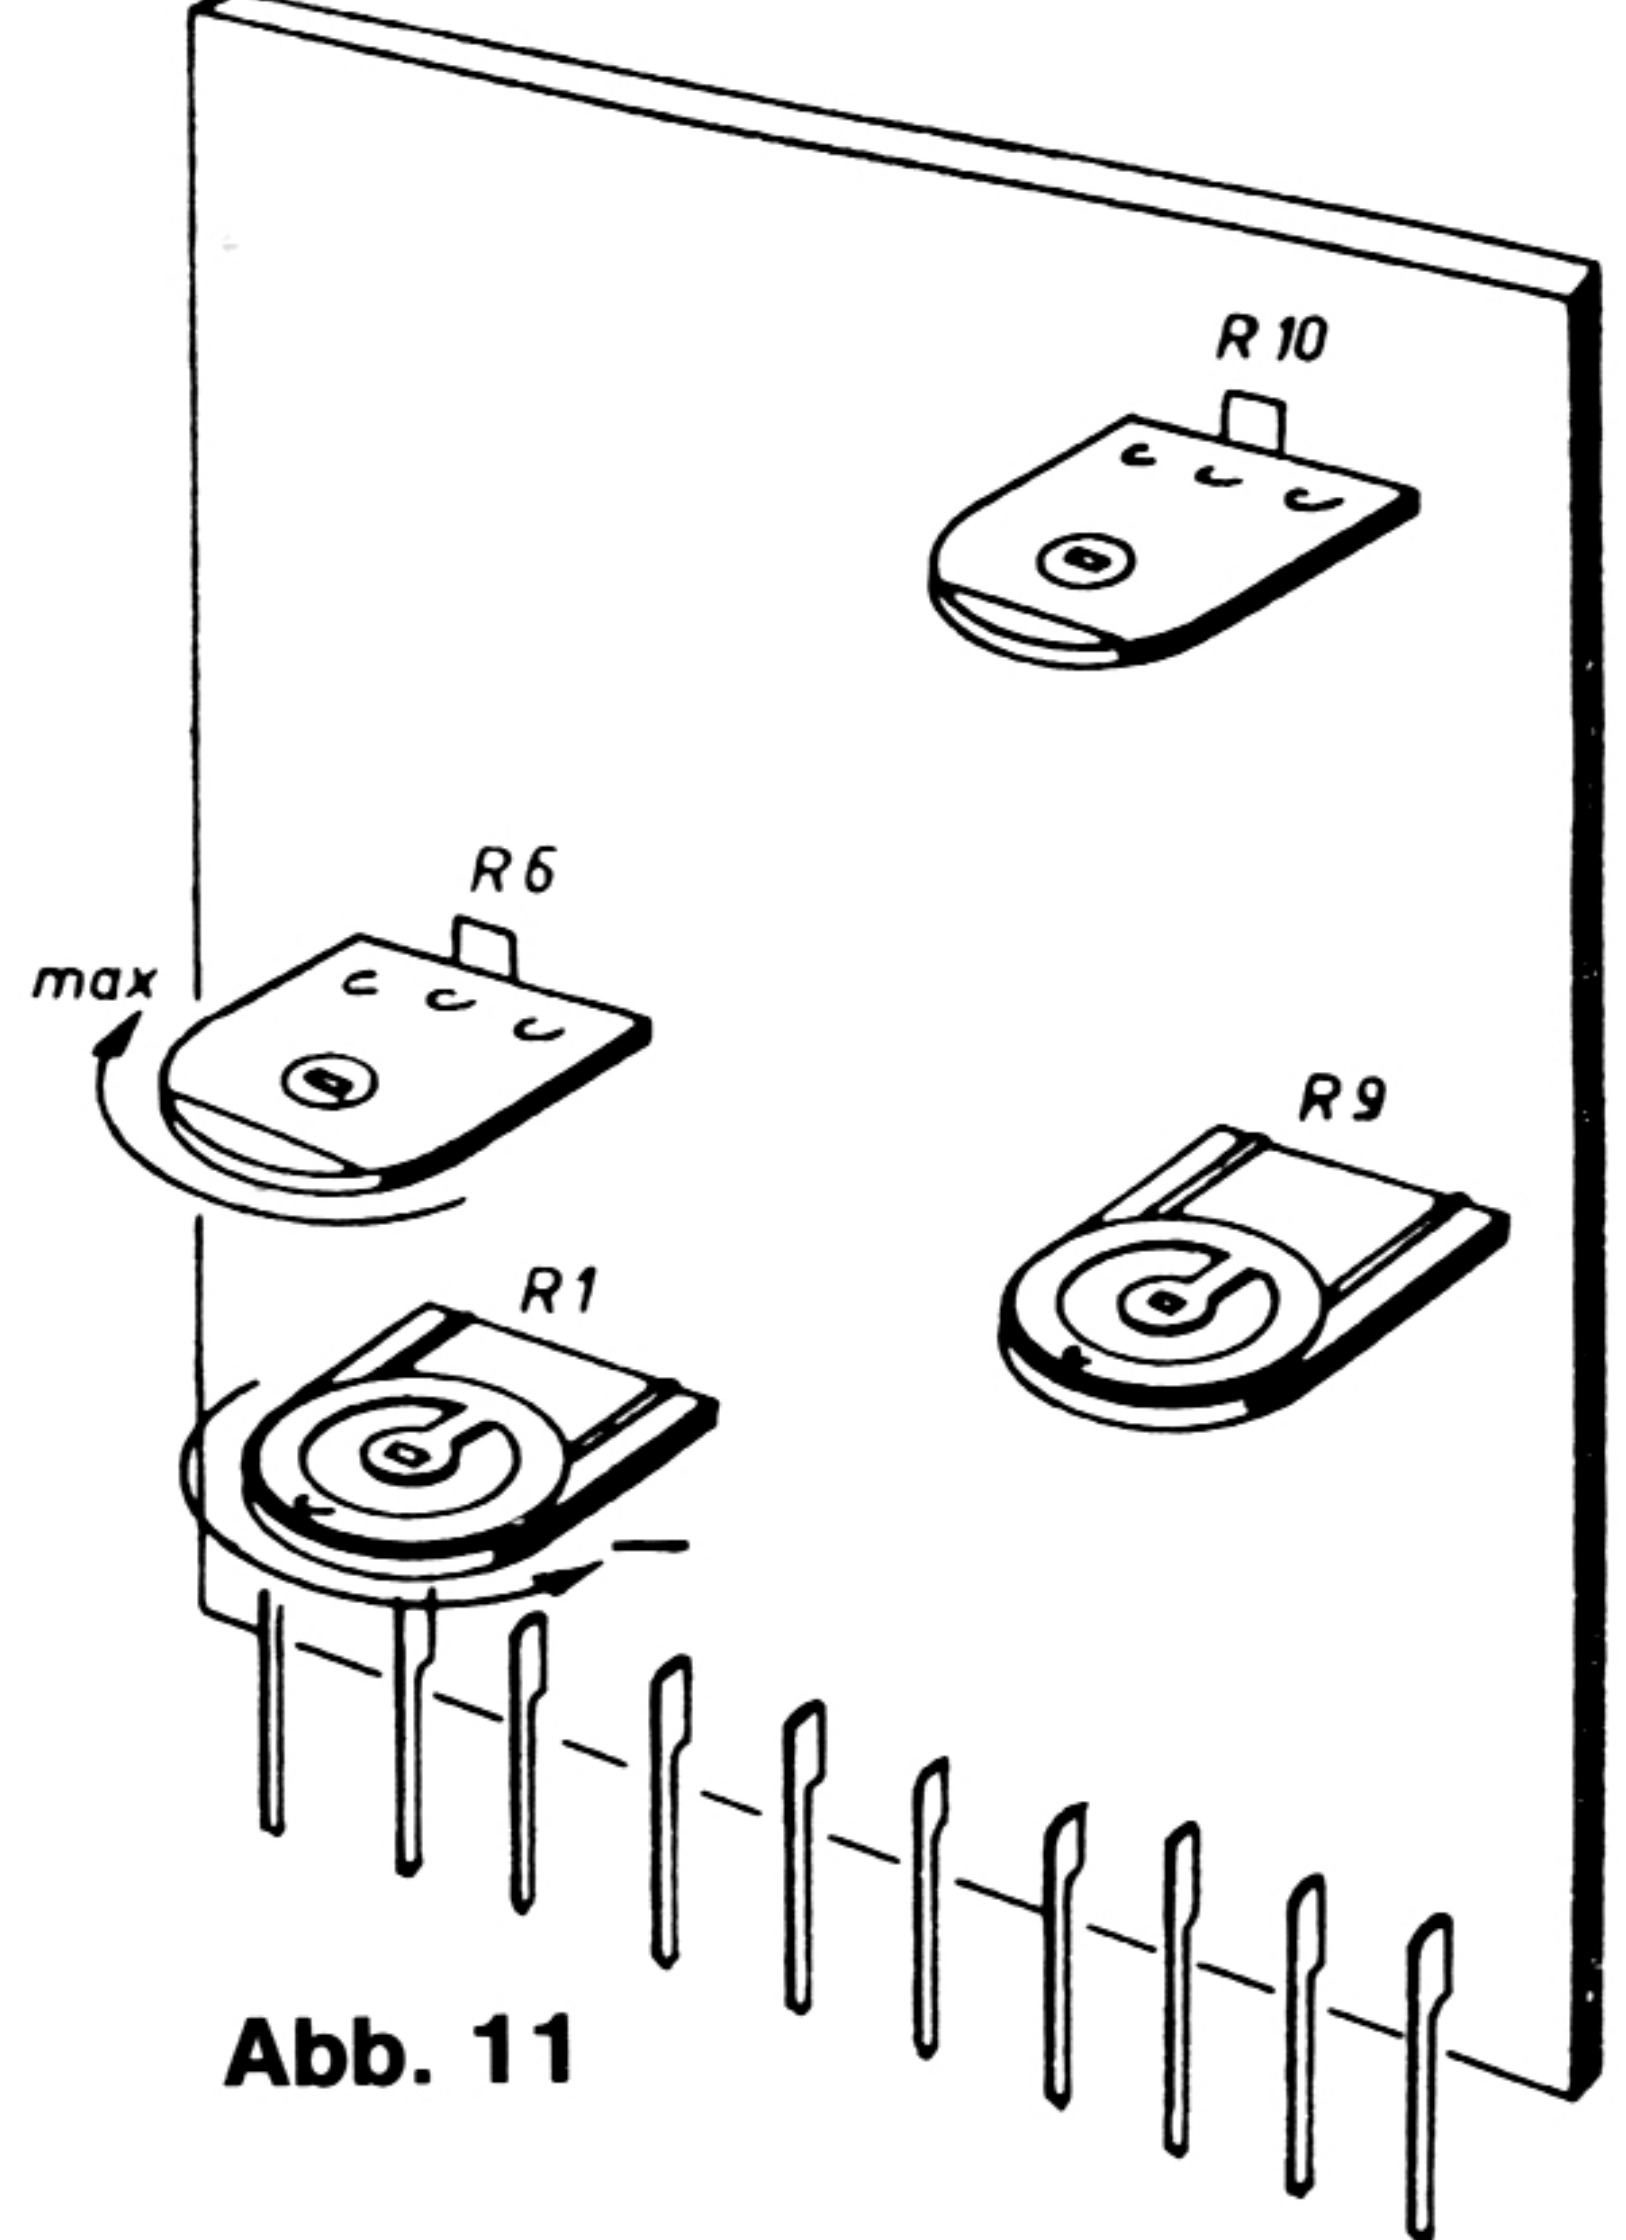

Abb. 11
1. Drehen Sie den Schleifer R 1 auf Minimum (– in Abb. 11).
2. Drehen Sie R 6 auf Maximum (Abb. 11).